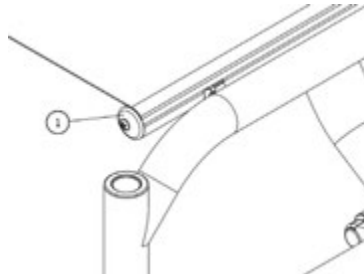

Fig. 17
- Remove end cap (1) (Fig. 17).
- Reinstall end cap (1).